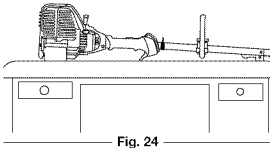

Fig. 24
- Placez la machine sur une surface plane avec le bouclier de la tête de coupe pendant d'un banc de travail ou d'une table pour obtenir une lecture correcte du niveau d'huile (Fig. 24).